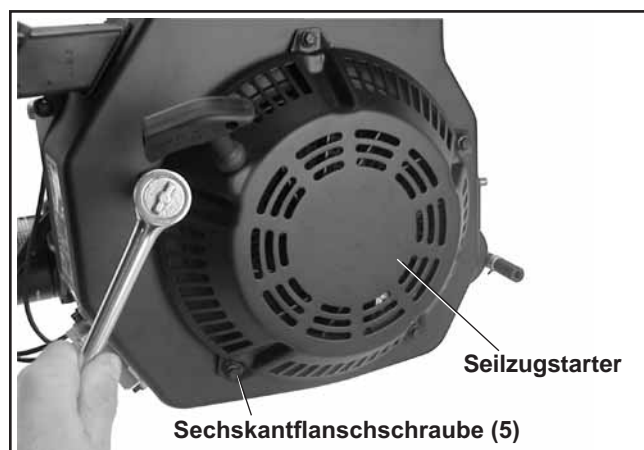

Abbildung 9-13. Ausbau des Seilzuganlassers.
1. Entfernen Sie die fünf Sechskantflanschschrauben und den Seilzuganlasser. Siehe Abbildung 9-13.